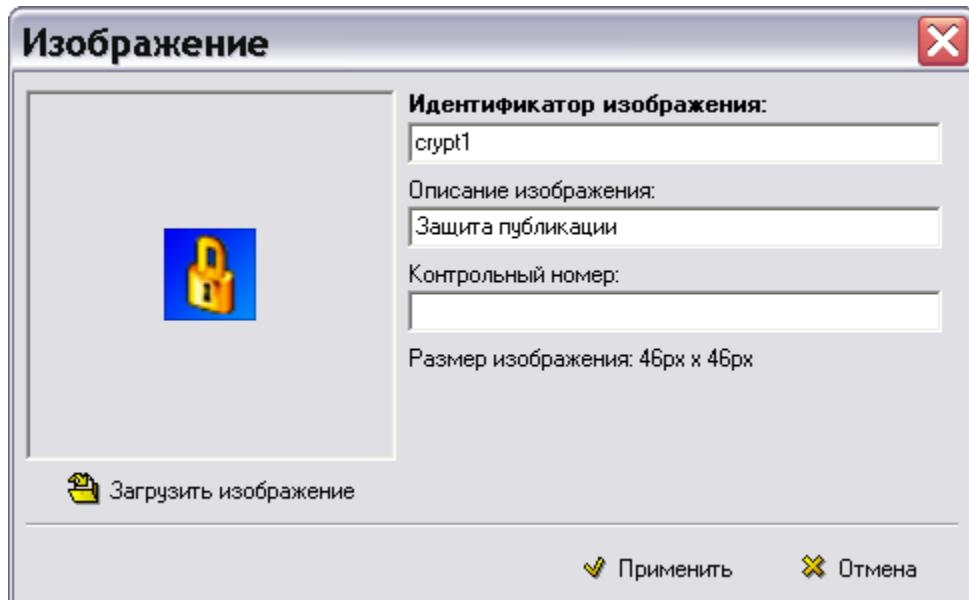

Рис. 6.6
2. На панели инструментов правого окна нажмите на кнопку . При этом появится окно **Изображение** (Рис. 6.6).